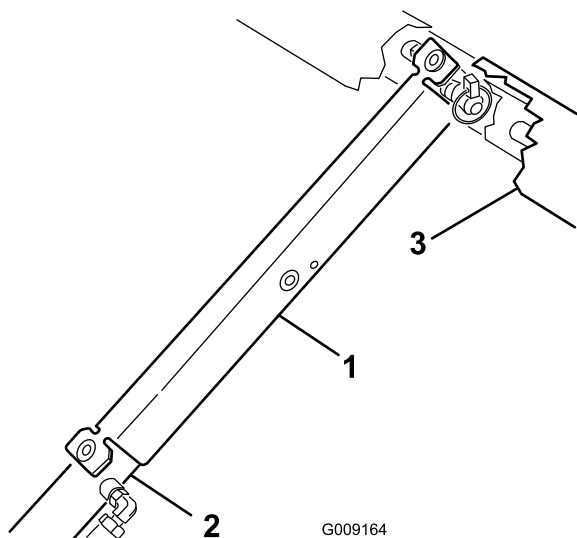

Figura 33
3. Empuje el soporte de la plataforma sobre el pistón, asegurándose de que los extremos del soporte descansan sobre el extremo del cilindro y sobre el extremo del pistón (Figura 33).